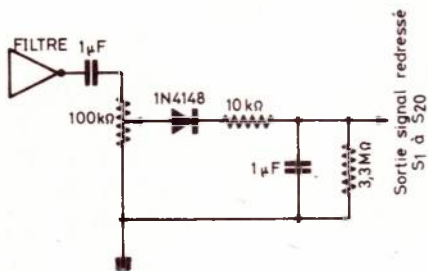
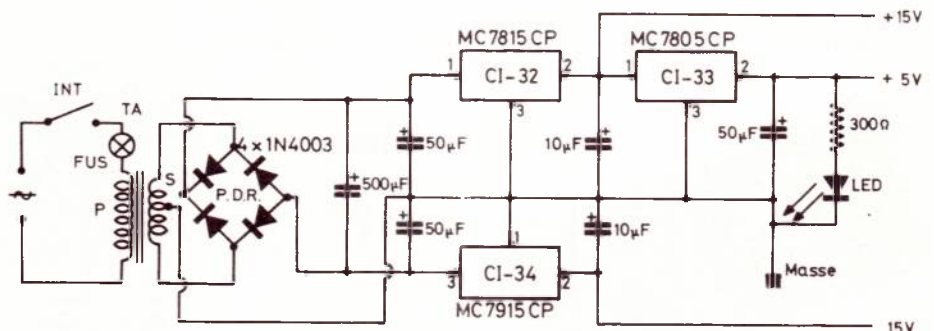
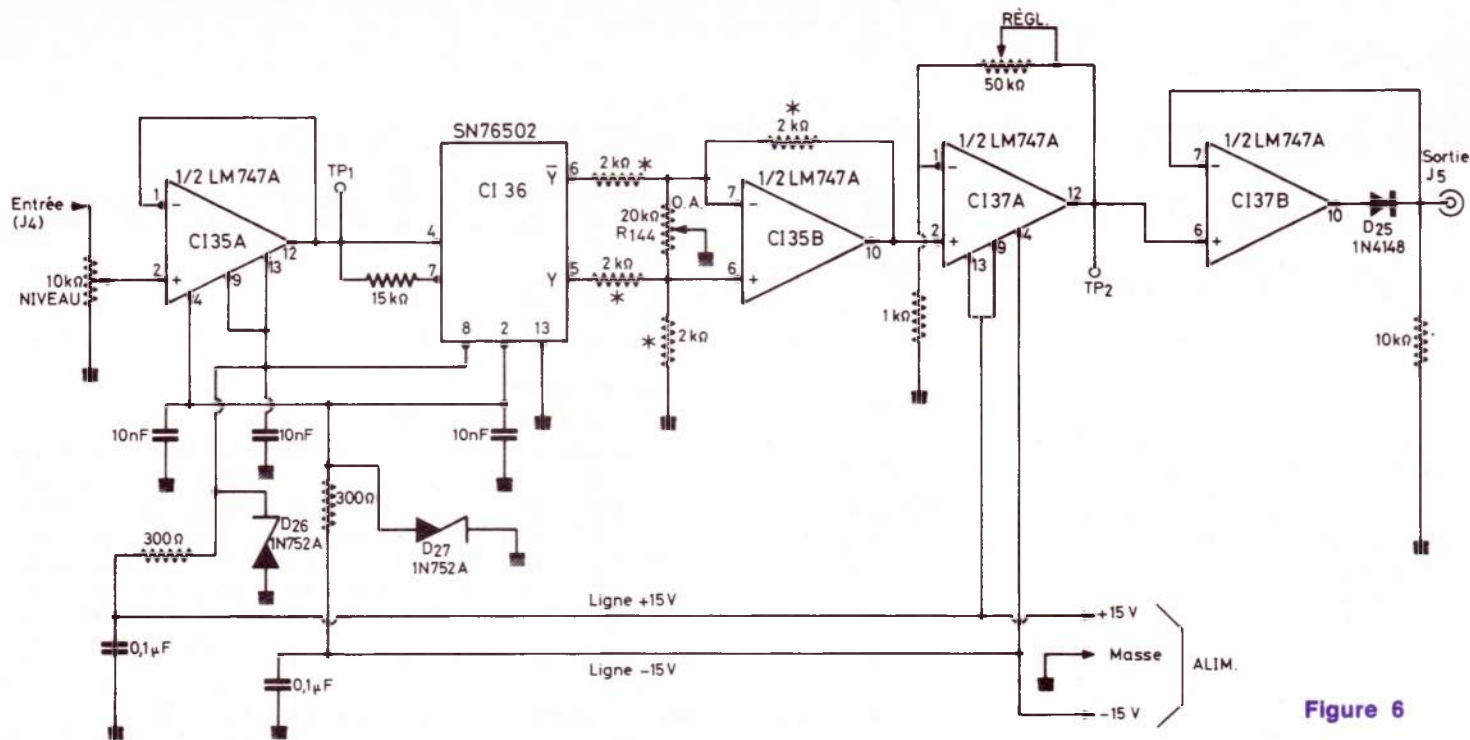

Figure 1
Figure 2
Figure 6
Chaque sortie de canal est suivie d'un redresseur à diode dont nous donnons le schéma à la **figure 1**. On aura ainsi vingt sorties  $S_1$  à  $S_{20}$  où l'on disposera de la tension continue représentant le niveau moyen du signal transmis par chaque filtre.
Un montage simple à voltmètres peut être adopté mais il est évident que l'on préférera le plus souvent un montage optoélectronique donnant l'image de la courbe de réponse sur un oscilloscope. A la **figure 2** on donne le schéma simplifié de l'ensemble de l'appareil. On voit que dans cet ensemble figurent vingt filtres dont les sorties sont connectées aux redresseurs (**figure 1**). Les sorties des redresseurs sont reliées au multiplexeur à vingt-quatre canaux.
Le schéma de cet amplificateur est donné à la **figure 6**. Ce montage doit être disposé entre la « sortie log » (voir **figure 2**) et l'entrée de déviation verticale de l'oscilloscope. Dans cet amplificateur on utilise trois circuits intégrés, un LM 7474 (CI-35) à deux sections (A) et (B), un SN 76502 et un deuxième LM 7474 (CI-37). La partie essentielle de ce dispositif de conversion LIN/LOG, est le CI-36 du type SN 76502 (Texas) qui effectue la conversion requise.